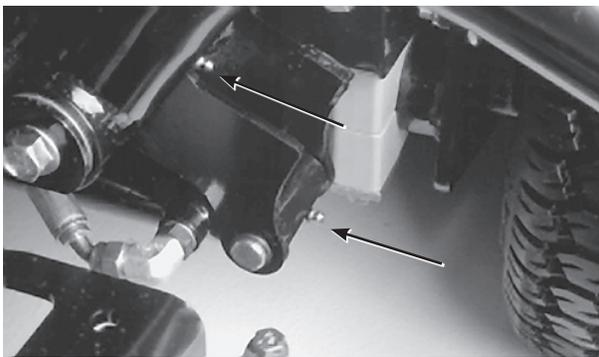

图 28
- 左昇降アームのピボット昇降シリンダ (2か所; 図28)